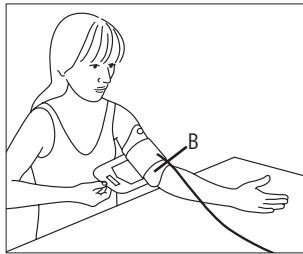

Fig. 2
- La abertura B (véase la fig. 2) del manguito (frente a la anilla de agarre) debe quedar sobre la cara interior del codo. El tubo de aire deberá estar centrado sobre la cara interior del codo en dirección a la mano.